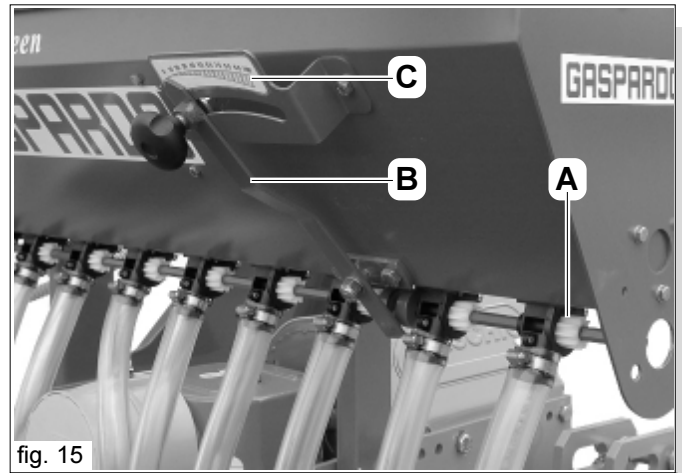

fig. 15
I rulli distributori (A Fig. 15) si muovono longitudinalmente, all'interno della voluta, la leva (B) permette di variare il volume di riempimento di ciascun rullo.
- posizione della leva apertura rulli distributori (0-100) sulla scala graduata (C Fig. 15).
Pericolo di danni ai rulli distributori: Variare la posizione della leva (B Fig.15) solo quando i rulli distributori sono in fase di rotazione o la tramoggia è vuota.